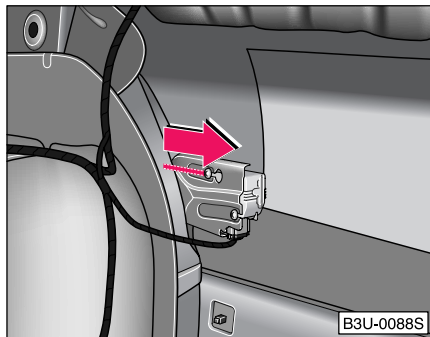

Fig. 152 Portbagajul:
- Trageți de curelușă în sensul indicat de săgeată; clapeta se va deschide ⇒ Fig. 152